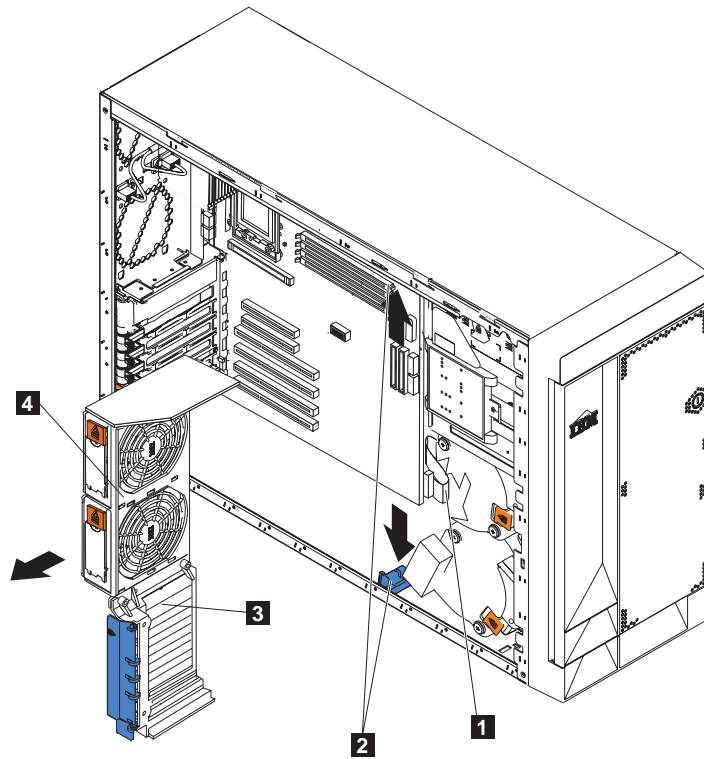
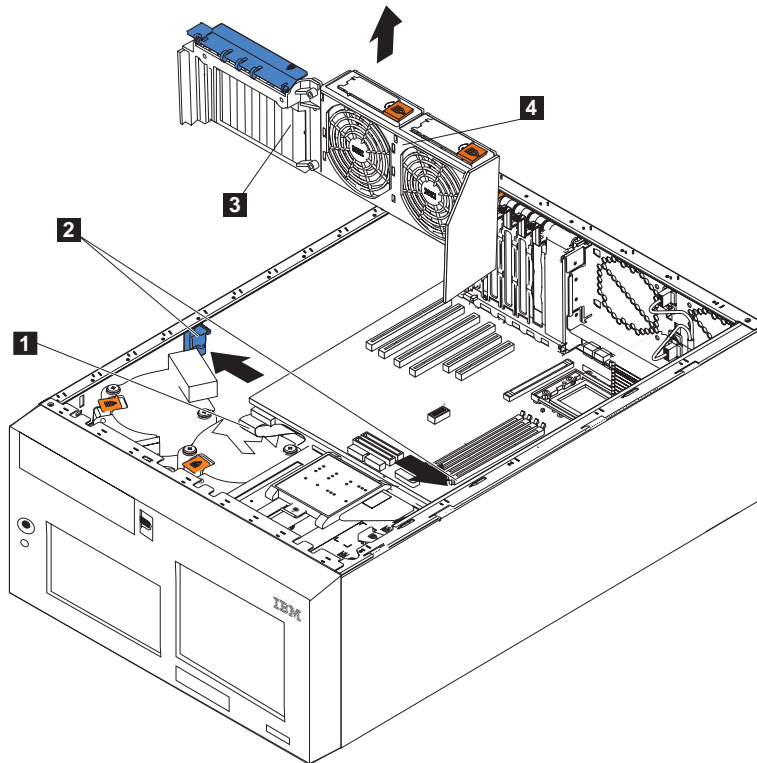

Figura 36. Removendo o suporte de apoio da placa (Modelo 25T)
Figura 37. Removendo o suporte de apoio da placa (Modelo 25T com o recurso de conversão de montagem do rack)
8. Remova o suporte de apoio da placa (consulte a Figura 36 na página 51 ou a Figura 37 na página 52).